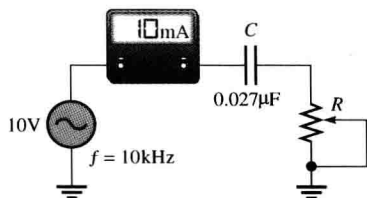

图 10-66
11. 在图 10-66 中, 为了使总电流为 10 mA , 变阻器必须设置在何值? 结果相位角是多少?